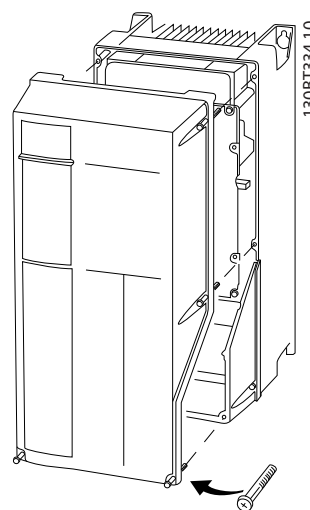

Рисунок 2.10 Доступ к подключению элементов управления в корпусах А4, А5, В1, В2, С1 и С2
- Или снимите переднюю крышку, ослабив крепежные винты. См. *Рисунок 2.10*.